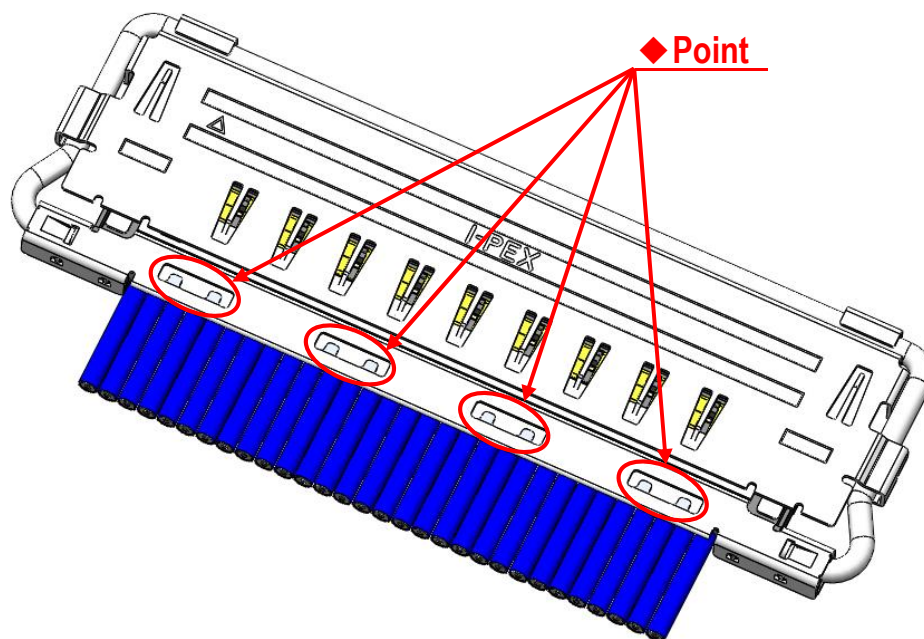

図 10. Shell-A 及び Ground Bar 半田付け箇所
- ④ Shell-A,B と ground bar を半田コテにて全箇所半田付けすることを推奨する。（図.10,12 ◆部）